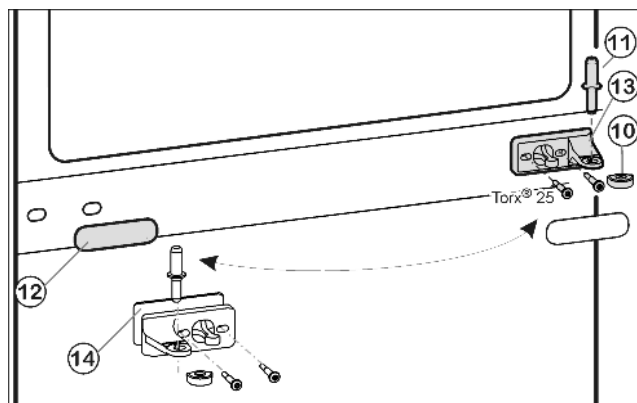
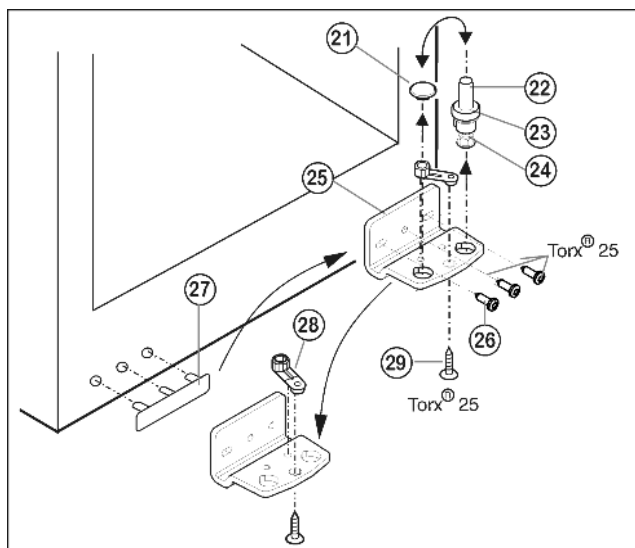

Fig. 5
Fig. 6
- ▶ Вытащите из опорного кронштейна и нижней дверцы средний опорный винт Fig. 5 (11).
- ▶ Снимите пластмассовый колпачок Fig. 5 (10).
- ▶ Открутите средний опорный кронштейн Fig. 5 (13) (2 шт. Torx® 25).
- Осторожно снимите накладку Fig. 5 (12).
- Прикрутите средний опорный кронштейн Fig. 5 (13) с подкладкой Fig. 5 (14) с поворотом на 180° на новую сторону шарнира (с моментом 4 Нм).
- Защёлкните накладку Fig. 5 (12), повернув на 180°, на стороне, где теперь будет ручка.
- Извлеките опорный винт Fig. 6 (22) в комплекте с шайбой Fig. 6 (23) и регулируемой опорой Fig. 6 (24), вытягивая его вверх.
- Снимите пробку Fig. 6 (21).
- Открутите Fig. 6 (26) опорный кронштейн Fig. 6 (25).
- Открутите Fig. 6 (29) опорную деталь Fig. 6 (28) и, переставив в отверстие на противоположной стороне опорного кронштейна, снова прикрутите.
- Осторожно снимите и переставьте на противоположную сторону крышку со стороны ручки Fig. 6 (27).
- Снова прикрутите опорный кронштейн Fig. 6 (25) на новой стороне шарнира (с моментом 4 Нм). При необходимости используйте аккумуляторный шуруповёрт.
- Переставьте пробку Fig. 6 (21) в свободное отверстие.
- Вновь установите опорный винт Fig. 6 (22) в комплекте с шайбой и регулируемой опорой. При этом фиксатор должен быть направлен назад.
- Установите нижнюю дверцу сверху на нижний опорный винт Fig. 6 (22).
- Снова наденьте пластмассовый колпачок Fig. 5 (10) на средний опорный кронштейн Fig. 5 (13).
- Вставьте средний опорный винт Fig. 5 (11) на новой стороне шарнира через средний опорный кронштейн Fig. 5 (13) в нижнюю дверцу.
- Установите верхнюю дверцу на средний опорный винт Fig. 5 (11).
- При необходимости выравнивайте дверцы через два продольных паза в нижнем опорном кронштейне Fig. 6 (25) и среднем опорном кронштейне Fig. 5 (13) параллельно корпусу устройства. Для этого выкрутите средний винт на нижнем опорном кронштейне Fig. 6 (25).